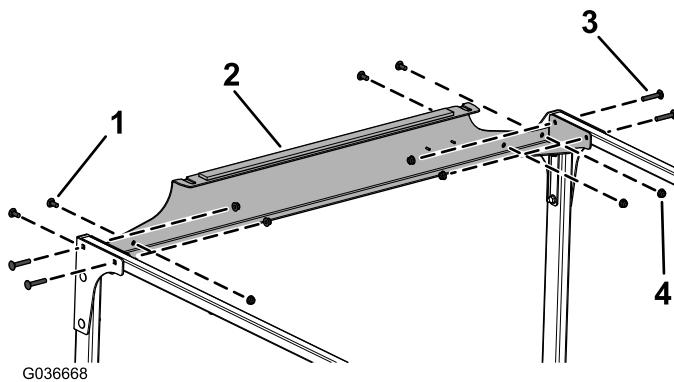

Figura 10
9. Instale sem apertar a ligação cruzada traseira nas tubagens da ligação cruzada e nas placas traseiras utilizando 4 parafusos de carroceria (5/16 x 1 3/4"), 4 parafusos de carroceria (5/16 x 3/4") e 8 porcas flangeadas (5/16"), como se mostra na Figura 10.